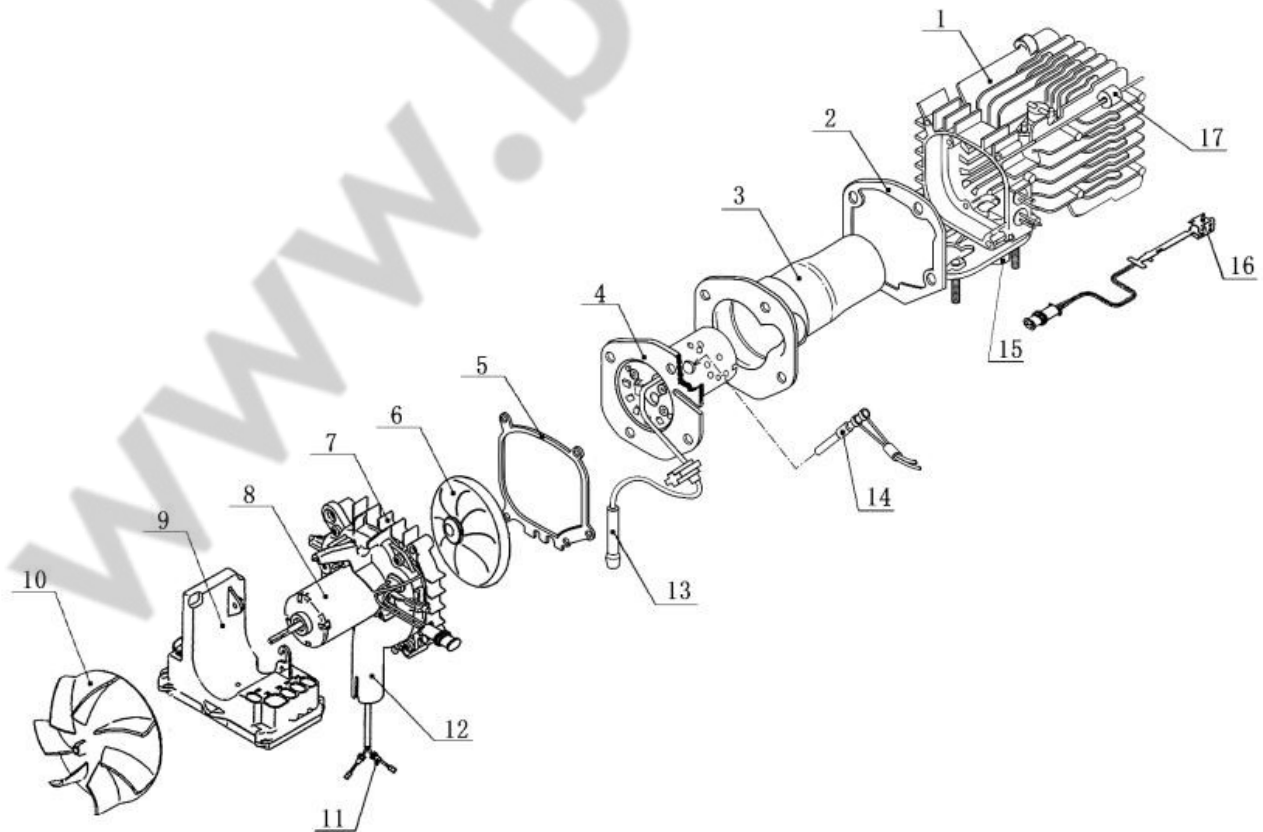
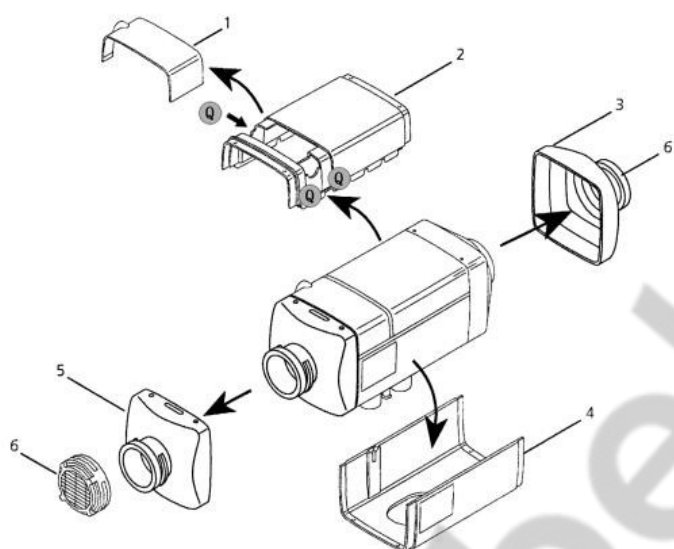
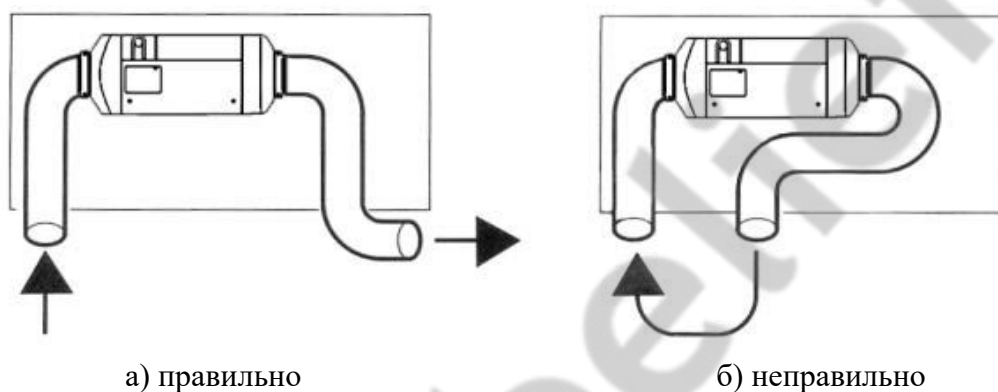

Рис. 3
Рис. 4
Рис. 11
На Рис. 3 представлена печка в разобранном виде.
Структура кожуха представлена на Рис.4. Он состоит из верхней крышки 2 (крышка распределительной коробки 1 может быть зафиксирована на отверстии в верхней крышке), нижней крышки 4, крышки на входе воздуха 6, крышки на входе потока воздуха в печку 5 и крышки на выходе горячего воздуха 3. Эти компоненты формируют канал прохождения воздуха. Крыльчатка вентилятора (Рис.3 -10) осуществляет забор холодного воздуха. Воздух нагревается теплообменником и выдувается наружу.
Контроллер (Рис. 3 -9) расположен перед печкой, позади нагревательного вентилятора. Контроллер, снабжённый однокристальным микропроцессором, осуществляет измерение температуры, частоты, скорости вращения и напряжение. Функции контроллера заключаются в автоматизации процесса нагрева, автоматизации системы контроля и автоматизации системы реагирования на неисправности.
Датчик перегрева (Рис.3 -16) установлен на задней внешней стенке теплообменника. Если температура превышает  $182^{\circ}\text{C}$ , то контроллер размыкает цепь топливного насоса и подача топлива прекращается и затем печка отключается с целью защиты от перегрева.
4.3.6 В случае внутренней установки печи необходимо принять меры чтобы избежать опадания горячего воздуха с выхода на входной порт печи (как показано на Рис. 11). Если в этом режиме входная труба не подсоединяется, то на входе печи должна быть установлена крышка с сеткой (Рис. 4 -б). Воздух на вход печи должен поступать из холодных мест салона, таких как места под креслами или задним диваном.